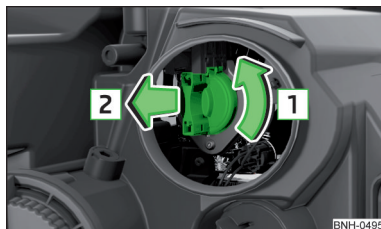

Fig. 263
- Girar el portalámparas con la bombilla en el sentido de la flecha **1** » fig. 263.